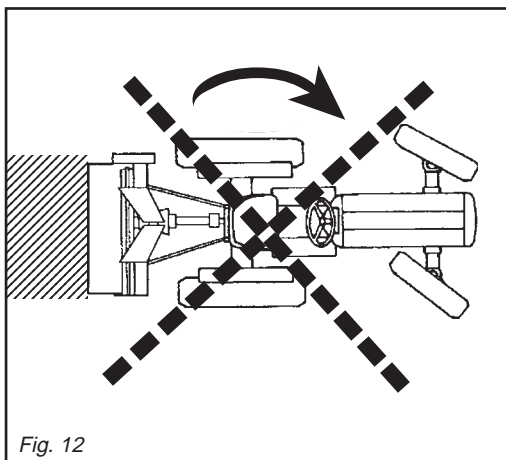
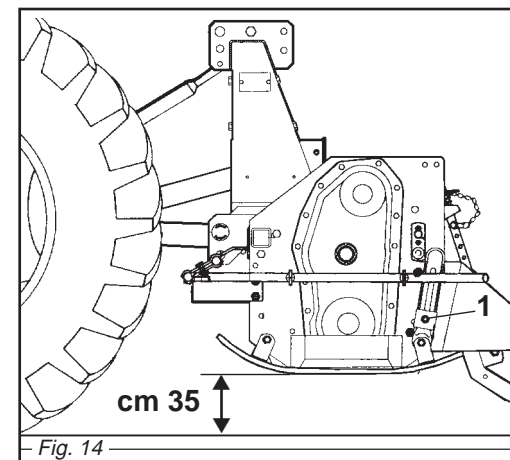

Fig. 12
Fig. 14
Evitare di far girare a vuoto (fuori del terreno) la zappatrice. Durante il lavoro evitare di effettuare curve con la macchina interrata, ne tantomeno lavorare in retromarcia (Fig. 12, 13). Sollevarla sempre per i cambiamenti di direzione e le inversioni di marcia. Durante il trasporto, od ogni qualvolta si renda necessario il sollevamento della zappatrice, è opportuno che il gruppo di sollevamento del trattore venga regolato in modo che la zappatrice stessa non sia sollevata da terra per più di 35 cm circa (Fig. 14). Evitare di immettersi su strade pubbliche con la macchina sporca di terra, erba o quant'altro che produca sporczia e/o intralcio al traffico stradale.
Never allow the steerage hoe to operate out of the soil. During work, avoid turning corners while the implement is soil working. Never work in reverse (Fig. 12, 13). Always raise the implement in order to reverse or change direction.
During transport, or whenever the implement must be raised, it is advisable to adjust the lift unit of the tractor so that the implement itself is not raised more than about 35 cm from the ground (Fig. 14).
Vermeiden Sie es, die Hackfräse unbelastet (außerhalb der Erde) laufen zu lassen. Wenn das Gerät unterirdisch arbeitet, keine Kurven fahren und auch nicht rückwärts fahren (Abb. 12, 13). Das Gerät zum Ändern der Richtung und zum Wenden immer ausheben. Während des Transportes, jedesmal wenn das Ausheben des Gerätes erforderlich wird, sollte der Kraftheber des Schleppers immer so eingestellt werden, daß das Gerät nicht mehr als circa 35 cm Abstand vom Boden aufweist (Abb. 14).
Évitez de faire tourner l'appareil à vide (hors du sol). Pendant le travail évitez les virages quand la houe est enterrée ou bien en marche arrière. Relevez toujours l'appareil lors des changements de direction et des inversions de marche (Fig. 12, 13). Pendant le déplacement et chaque fois qu'il faut relever la houe, veillez à ce que le groupe de relevage du tracteur soit réglé de manière à la soulever au moins de 35 cm (Fig. 14).
Evitar hacer girar en vacío (no apoyada sobre el terreno) la binadora. Durante el trabajo evitar efectuar curvas con la máquina enterrada y no trabajar marcha atrás. Alzarla siempre para cambiar de dirección y para las inversiones de marcha (Fig. 12, 13).
Durante el transporte, cada vez que se hace necesario alzar el equipo, es conveniente que el grupo de elevación del tractor se regule en modo tal que el equipo mismo no se alce desde el suelo más de 35 cm aprox. (Fig. 14). Evitar el ingreso en carreteras públicas con la máquina sucia de tierra, hierba o todo otro elemento que produzca suciedad y/o obstruya el tráfico de la carretera.
**Zappatrici con slitte:** per regolare la profondità nelle zappatrici con slitte, è necessario allentare la vite di registro (1 Fig. 14), alzare o abbassare la slitta nella posizione desiderata, riavvitare poi la vite di registro. Questa operazione va effettuata su tutte e due le slitte e varia a seconda del terreno.
**Machine with skids:** to adjust working depth on this type of machine you must loosen the adjustment screw (1 Fig. 14) and raise or lower the skid the desired amount. Then retighten the screw. Both skids should be subjected to this operation which will vary according to the type of soil.
**Maschine mit Schlitten:** um die Arbeitstiefe der Maschine mit Schlitten zu bestimmen, ist es notwendig die Stellschraube zu lockern (1 Abb. 14), den Schlitten im gewünschten Maße zu heben oder zu senken, und die Stellschraube wieder anzuziehen. Dieser Vorgang ist auf beiden Kufen vorzunehmen und hängt von der Bodenbeschaffenheit ab.
**Machine avec patins:** pour régler la profondeur sur les machines avec patins, desserrer la vis de réglage (1 Fig. 14), soulever ou abaisser les patins à la mesure désirée et revisser la vis de réglage. Cette opération doit être effectuée sur les deux patins et varie selon le sol.
**Máquinas con correderas:** para ajustar la profundidad en las máquinas con correderas, hace falta quitar el perno de registro (1 Fig. 14), subir o bajar las correderas de la misma deseada y volver a introducir el perno en su agujero. Esta operación se efectúa sobre ambas correderas y varía de acuerdo al terreno.